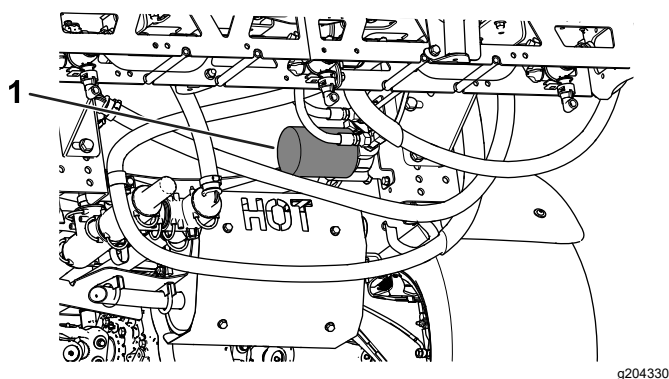

Bild 54
4. Entfernen Sie den Filter (Bild 54).